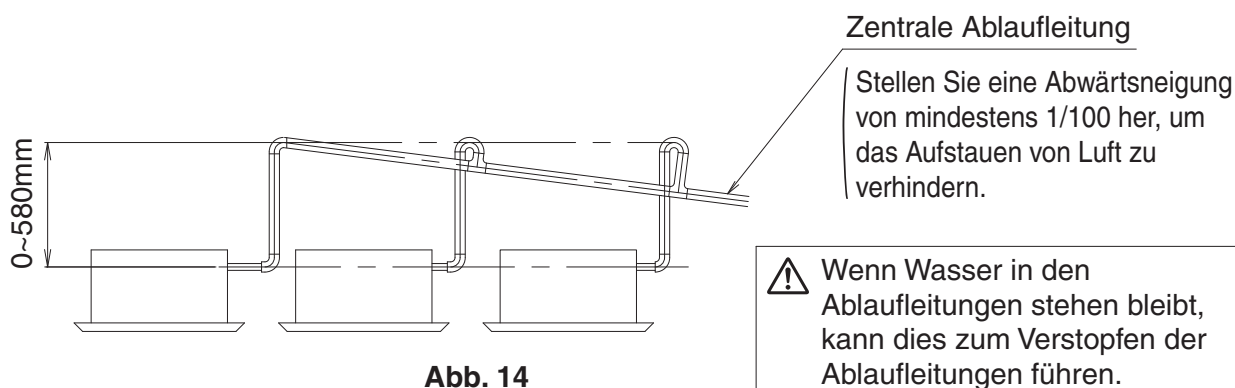

Abb. 14
- Um übermäßige Kraftauswirkung auf den angeschlossenen Ablaufschlauch (1) zu vermeiden, darf er weder geknickt noch verdreht werden. Dies kann zu Wasserlecks führen.
- Führen Sie bei zentralen Ablaufleitungen die Rohrleitungsarbeiten nach dem in folgender **Abb. 14** gezeigten Verfahren aus.